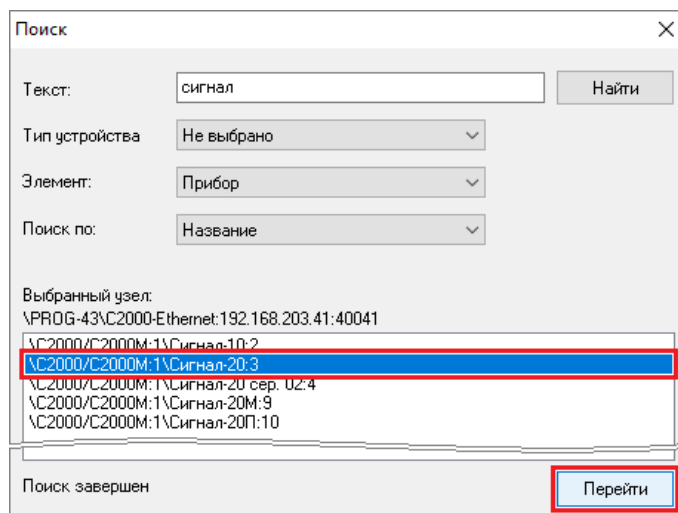

Рисунок 6-31 Переход к выбранному из найденных элементу
- 3) в области отображения результатов поиска выделите один из найденных элементов и нажмите кнопку «Перейти» (см. Рисунок 6-31);